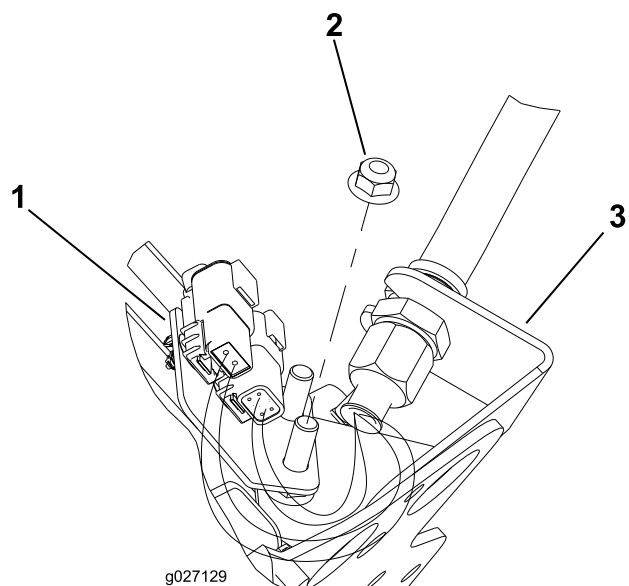
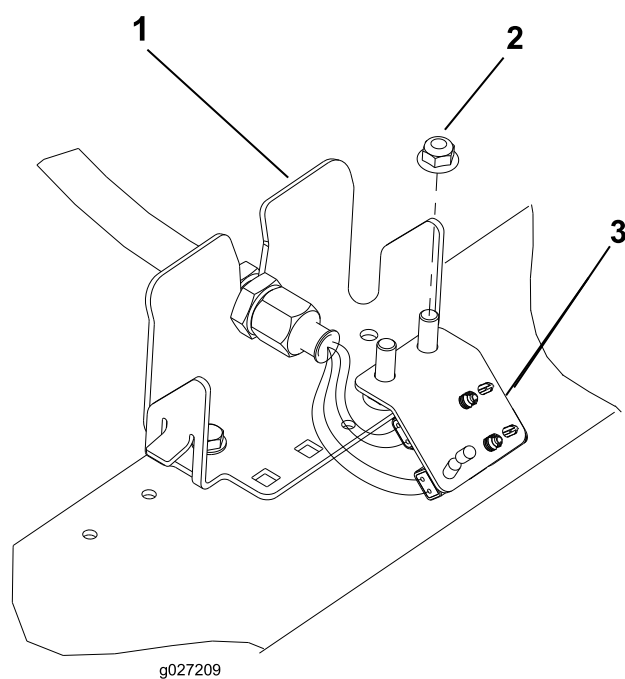

Figura 13
Figura 16
6. Repita el procedimiento en los 4 pasamuros restantes, según lo indicado en las figuras (Figura 13 a Figura 16).